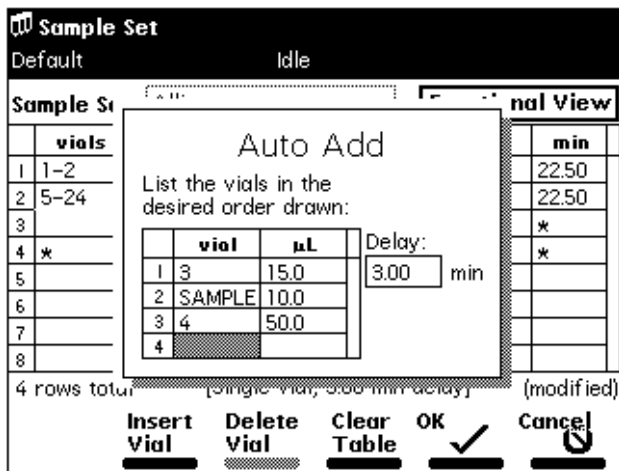

图 6-18 自动添加对话框
1. 从功能的下拉列表中选择 **AutoAdd（自动添加）**，然后按 **Row Details（行详细信息）** 屏幕键以显示 Auto Add（自动添加）对话框（图 6-18）。
在图 6-18 示例中，样品瓶 3 和 4 是可与样品瓶中的化合物起反应的“试剂”。在图 6-19 中，样品瓶 25 到 30 是用于 Auto Add（自动添加）的样品瓶。“分离单元”分别从样品瓶 3、25 和 4 中抽取 15 μL 、10 μL 和 50 μL ，然后在开始进样前将这三个等分样品在样品定量环中保存指定的 3.00 分钟。对样品瓶 26 到 30 重复此过程。